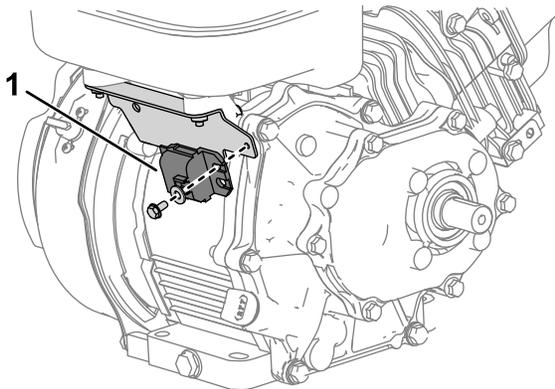

Bild 1
5. Entfernen Sie das Sicherheitsschaltermodul und die Befestigungselemente (Bild 1).